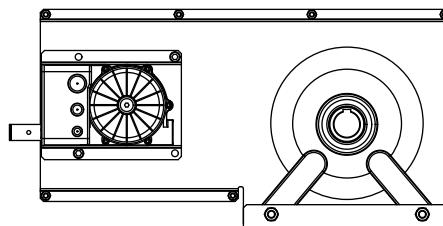

Fig. 5
B)- Manovra manuale di soccorso con sistema a catena, l'albero per l'innesto della carrucola sia in **posizione orizzontale** (fig. 5).
B)- Manoeuvre de secours à chaîne, l'arbre pour l'insertion de la poulie soit en **position horizontal** (fig.5).
B)-Maniobra manual de socorro con sistema a cadena, el eje para la colocación de la polea de cadena, debe estar en **posición horizontal** (fig. 5).